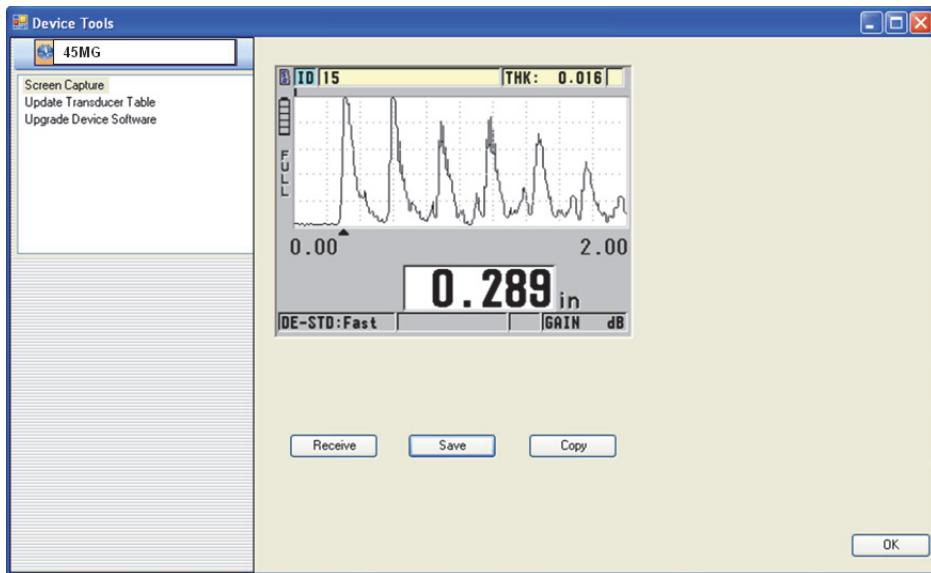

图 11-5 显示屏幕截图的设备工具对话框
- b) 在 **Device Tools** (设备工具) 对话框中 (参见第 182 页的图 11-5), 选择 **Screen Capture** (屏幕截图), 然后点击 **Receive** (接收)。